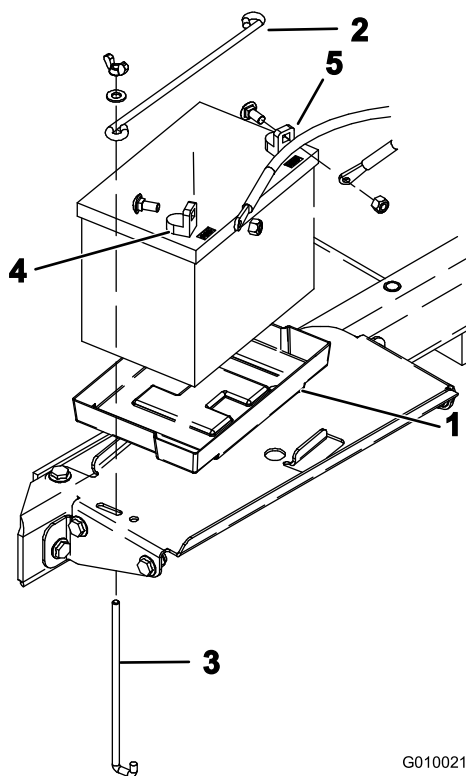

Figura 6
8. Inserite la batteria nel vassoio previsto nel vano batteria (Figura 6). Posizionate la batteria con i morsetti verso l'esterno.
9. Fissate la batteria alla base del vano usando l'asta della batteria, 2 aste di tenuta, 2 rondelle piane e 2 dadi ad alette (Figura 6).
10. Fissate innanzitutto il cavo positivo (rosso) al morsetto positivo (+) della batteria con un bullone a testa tonda e un dado (Figura 6), quindi fissate il cavo negativo (nero) al morsetto negativo (-) della batteria con un bullone a testa tonda e un dado (Figura 6). Fate scorrere la guaina di gomma sul morsetto positivo per evitare un cortocircuito.